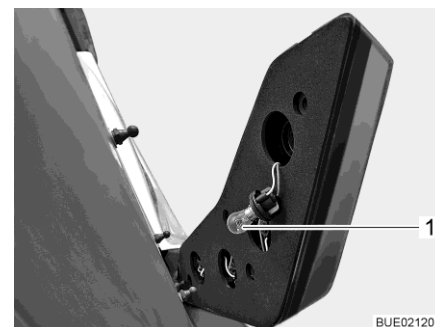

Fig. 217 Feu arrière
- Saisir le côté arrière du boîtier par le trou. Faire tourner la douille (Fig. 217,1) (fermeture à baïonnette) et l'extraire. Le feu stop est illustré comme exemple.